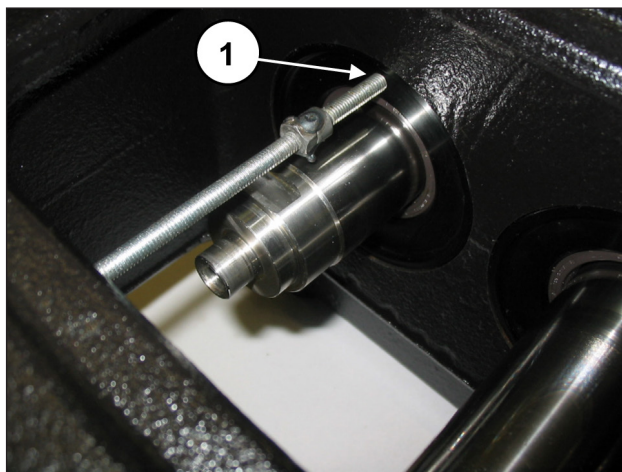
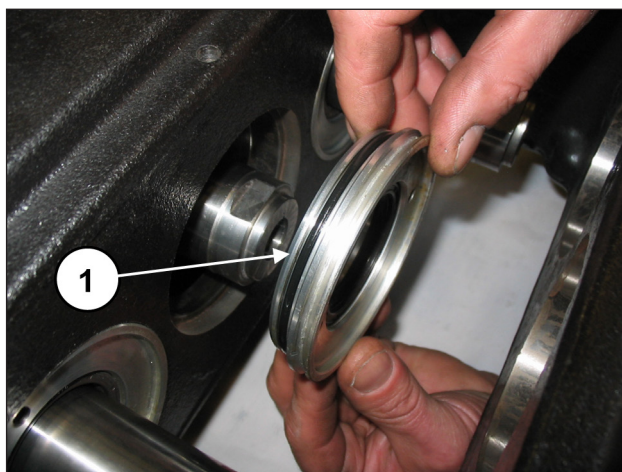

图 3
图 4
通过提取器拧紧一条螺纹杆或一个M6螺丝到油封盖上的专用孔中(位置① - 图 3)，并从泵组取出盖子(位置① - 图 4)。